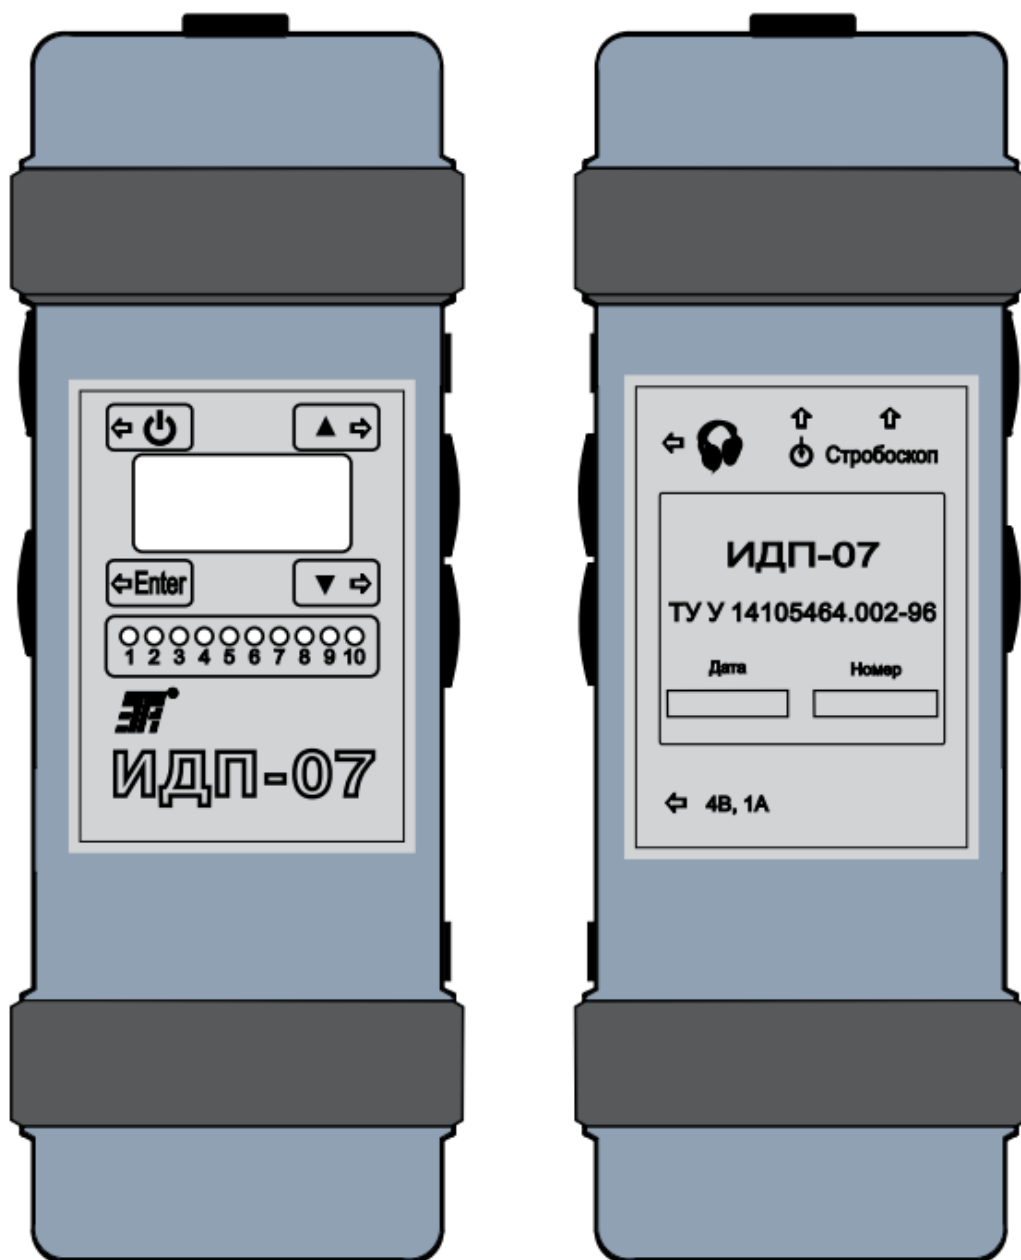

Рис. 4.1
4.1 Конструкция индикатора (рис. 4.1, 4.2).
7.1.1 Подключить к индикатору датчик вибрации (см. рис. 4.1,4.2).